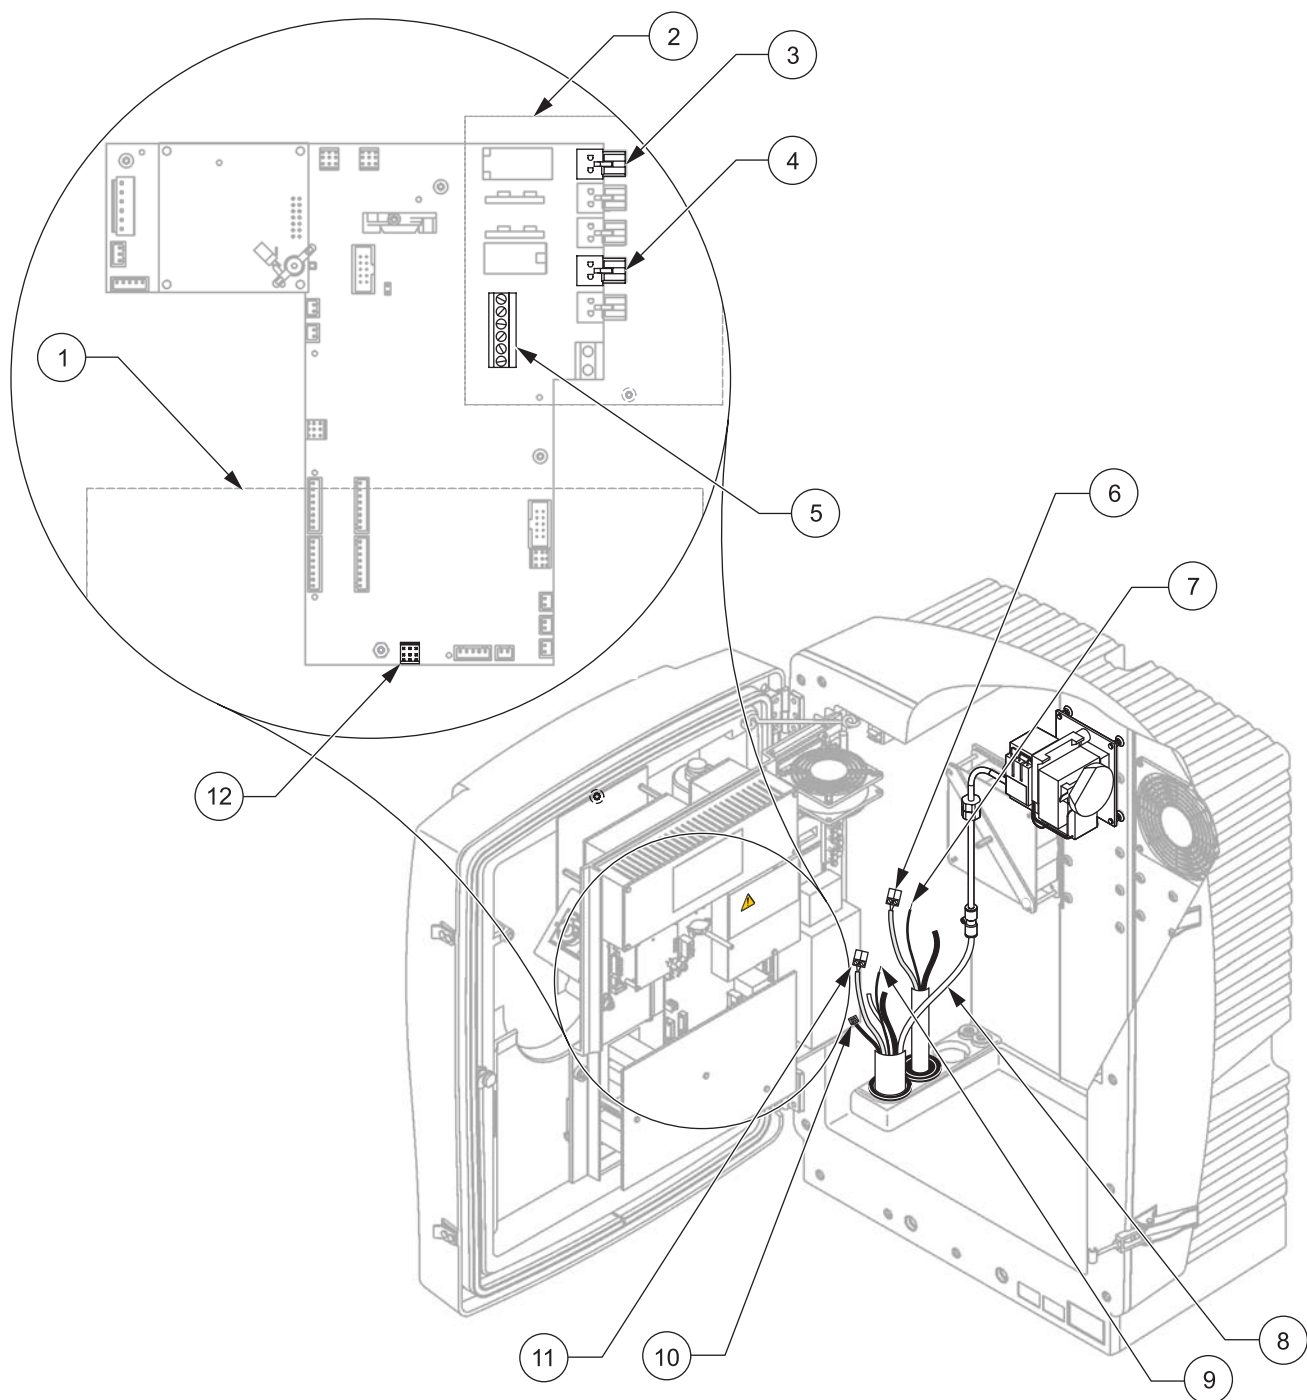

图 13 连接过滤器探头 sc 和可选的加热排放装置
4. 将过滤器探头 sc 的地线 (绿色 / 黄色) 与地面接线端相连 (项目 9, 图 13)。
5. 将电源接头连接到适当的接线端 (项目 11, 图 13)。
7. 将数据接头连接到主板 (项目 10, 图 13)。
9. 将过滤器探头 sc 的白色空气管与分析器上的空气导管接头相连 (图 13)。
请参考图 13 并按照下列步骤连接加热排放装置。